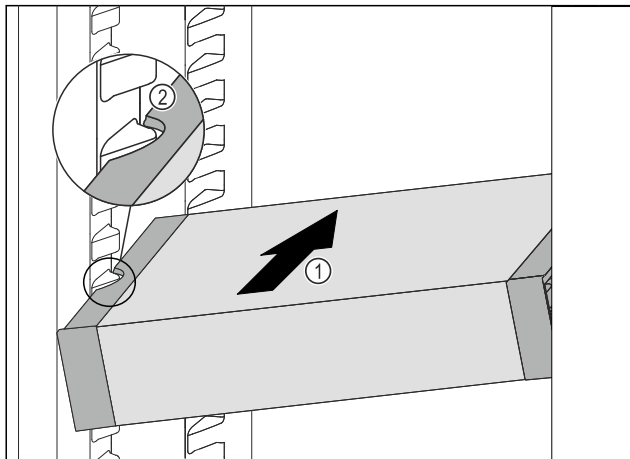

Fig. 161
- Insérer le VarioSafe en biais dans la partie réfrigérateur Fig. 161 (1) jusqu'à ce que les encoches latérales Fig. 161 (2) du VarioSafe se trouvent à la hauteur de la nervure du bac dans la partie réfrigérateur.